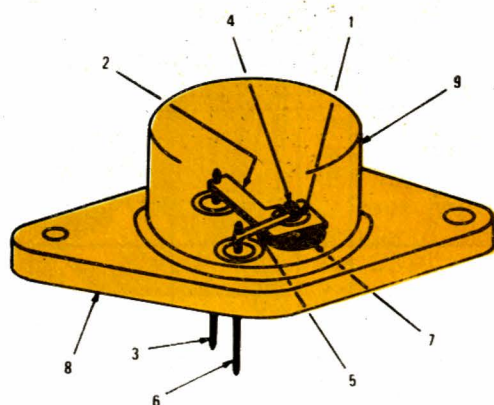

Figure 11
La figure 11 montre l'allure d'un transistor de puissance, vu en transparence dans un boîtier TO3. On y distingue : la base (1) ; la liaison métallique (2) et la broche de sortie de la base (3) ; l'émetteur (4), avec sa liaison (5), et sa borne de sortie (6) ; le collecteur (7), qui sort directement par le boîtier (8) ; enfin, le capot protecteur (9).